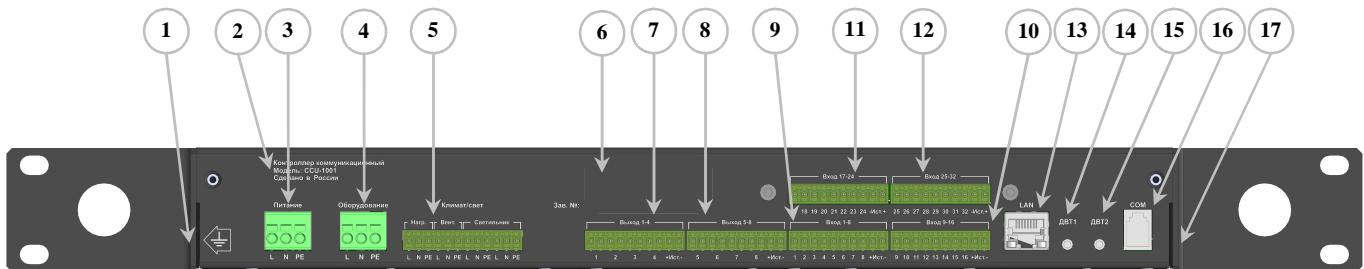

Рисунок 2. Контроллер CCU-1001, задняя панель:
**Подключение внешних цепей** производится на задней панели прибора, см. *Рисунок 2* и *Таблицу 4*. Силовые и сигнальные цепи подключаются одножильными проводниками, или многожильными с дополнительной обсадкой концов провода наконечниками. Сечение проводов должно быть не более 4-х мм кв. для цепей Питания и Оборудования, и не более 1,5 мм кв. для остальных цепей (за исключением цифровых портов). Сечение применяемых проводников должны соответствовать по сечению мощности подключаемой к